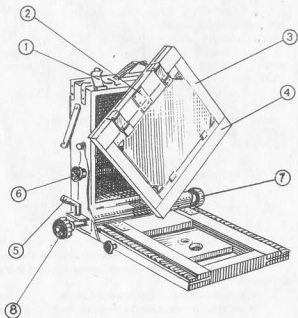

Рис. 6
Фиксация положения задней рамки производится соответственно прижимными винтами 6 и стопорным винтом 5 (рис.6).
Фотосъемки можно производить как на вертикальный, так и на горизонтальный формат, что осуществляется соответствующей установкой кассетной рамки 4(рис.6).
5.7. Мех фотокамеры растянуть на расстояние, соответствующее фокусному, вращая маховичек 7, предварительно ослабив маховичек 8 (рис. 6).
6.3. Открыть защелку 2 (рис. 6), отвести рамку матового стекла 3 вверх и положить на камеру или отвести влево (в зависимости от расположения кадра).
6.4. Установить заряженную фотокассету и зафиксировать ее защелкой 2 (рис. 6)